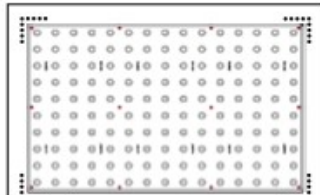

Fig. 1
2. Ponga la baldosa sobre la superficie donde será instalada y marque las esquinas. (Fig. 1)